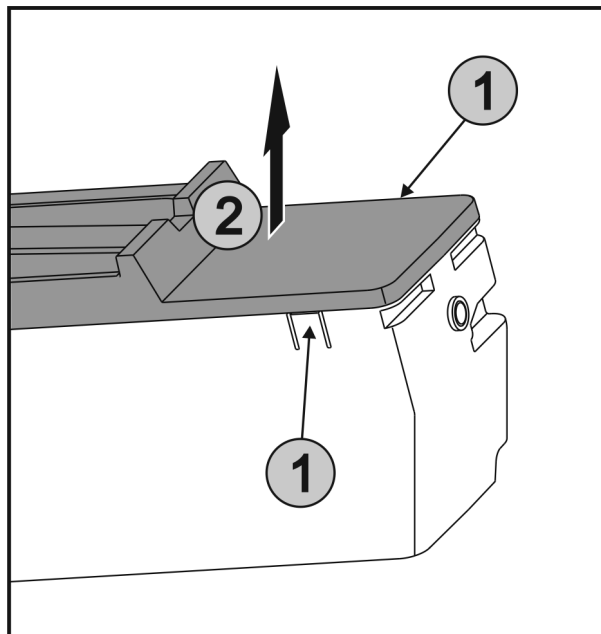

Fig. 41
- Vajutage üheaegselt aasu Fig. 41 (1) EasyTwist-Ice'i mõlemal küljel ja võtke kate Fig. 41 (2) ülespoole välja.